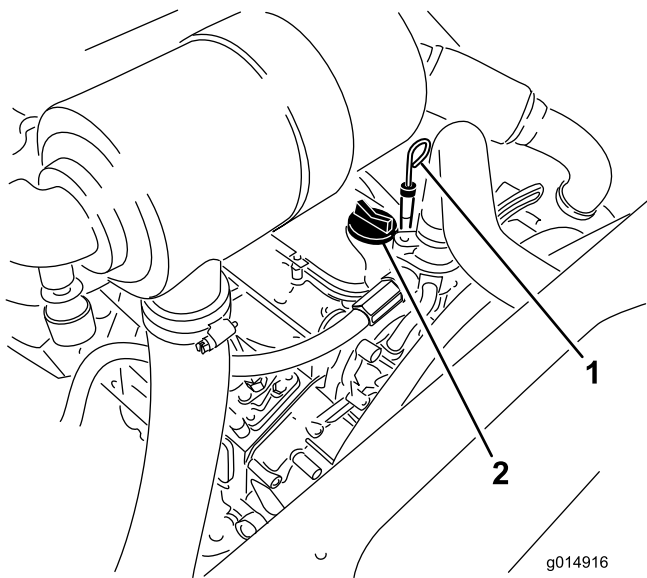

Bild 36
3. Nehmen Sie den Peilstab heraus und wischen Sie ihn ab. Stecken Sie ihn dann ein (Bild 36).
5. Wenn der Ölstand unter der Voll-Marke liegt, nehmen Sie den Fülldeckel ab (Bild 36) und gießen Sie genug Öl ein, um den Ölstand bis zur Voll-Marke anzuheben.